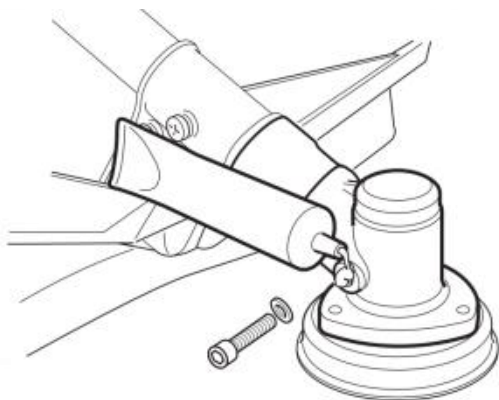

Fig. 68
2. Voeg geschikt smeermiddel toe (Afb. 68).